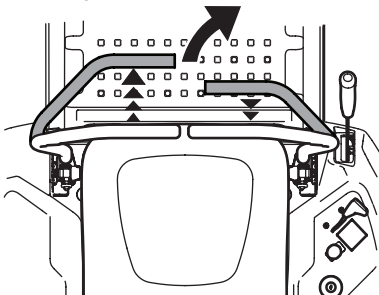

Figure 30
2. Pour tourner à droite, tirez la barre de conduite droite vers vous et poussez la barre de conduite gauche vers l'avant (Figure 30).